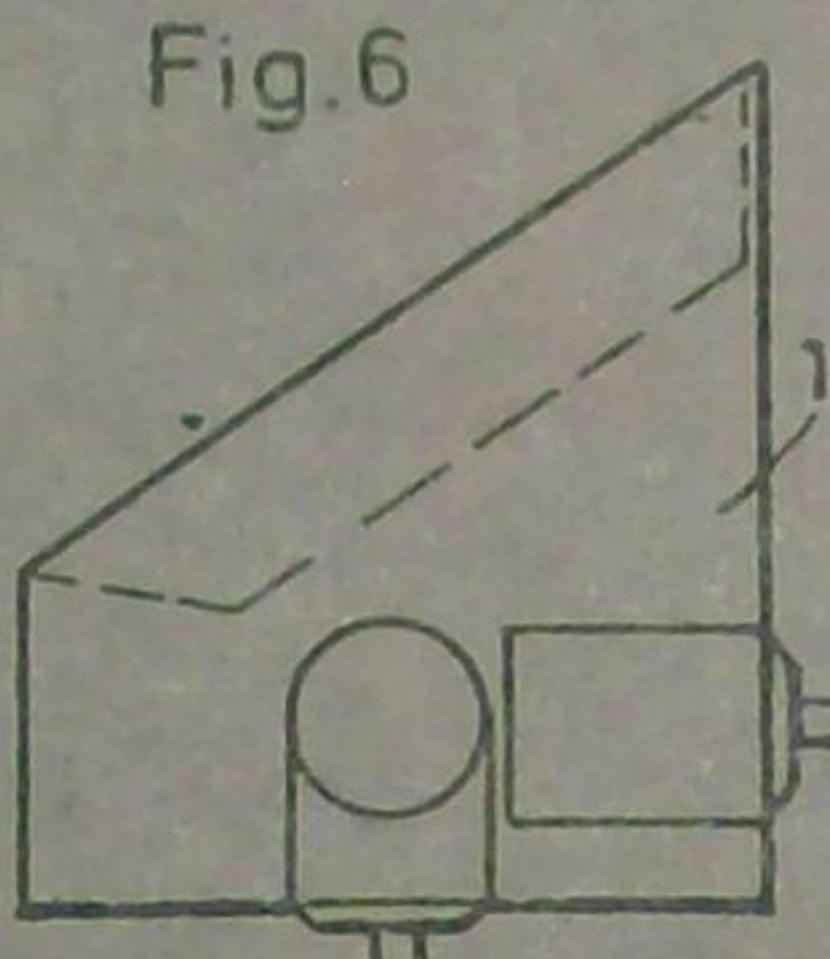

Fig. 6
sau (5) (fig. 6 și 7). Motoarele, cuplate la sursa de electricitate vor roti elicea. În cel de-al doilea caz, prin acțiunea vîntului asupra elicelor, acestea se vor roti și vor antrena un mic „generator” de tipul celor de la biciclete.